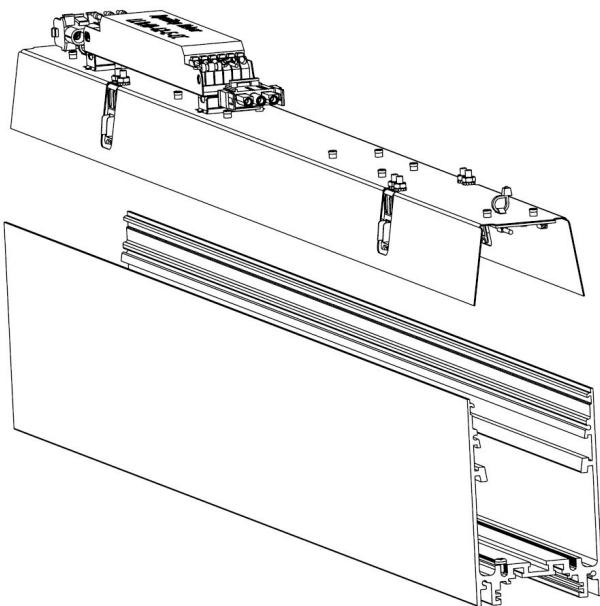

Рис.1
- Установите комплект подвесов (дюбели и установочные саморезы подбираются самостоятельно в зависимости от монтажной поверхности и не входят в комплект поставки. Монтажное отверстие в крепежной втулке для подвеса имеет диаметр 5мм и рассчитано для самонарезных винтов с потайной головкой. Нагрузка на трос составляет не более 10 кг и определяется весом светильника) в паз на верхней части корпуса светильника (Рисунок 1);